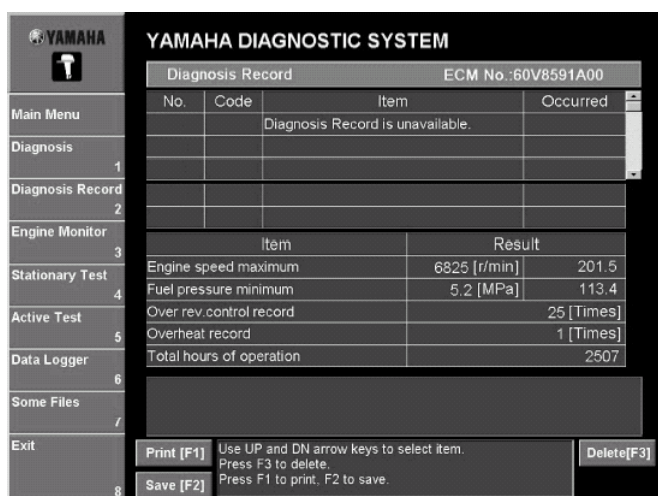
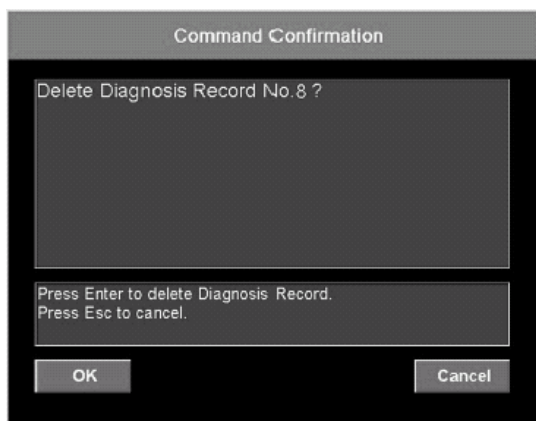

Рис. 43
Рис. 44
Когда Диагностические записи не доступны, отображается “Диагностическая запись недоступна” (“Diagnosis Record is unavailable”). (Рис. 43)
2. Щелкнуть **Удалить [F3](Delete [F3])** или нажать, F3 на клавиатуре. (См. рис. 43.) появится сообщение подтверждения (Рис. 44).
3. Щелкнуть **Ввод(OK)** или нажать клавишу Enter клавиатуры. (Рис. 44) отобранный элемент будет удален. Чтобы отменить удаление элемента, щелкните **Отмена(Cancel)** или нажмите клавишу Esc клавиатуры.